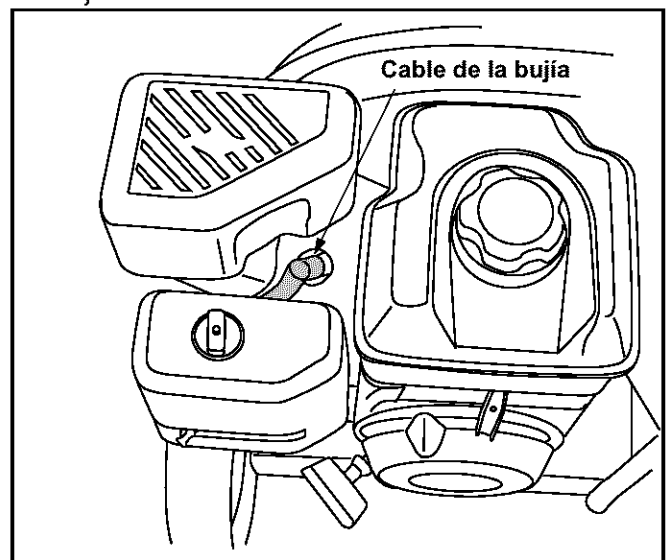

Figura 9
- Conecte el cable de la bujía a la misma si todavía no lo hizo. Compruebe que el capuchón de goma del extremo de la bujía esté bien cerrado sobre la punta metálica de la bujía. Consulte Figura 9 por la ubicación del cable de la bujía.